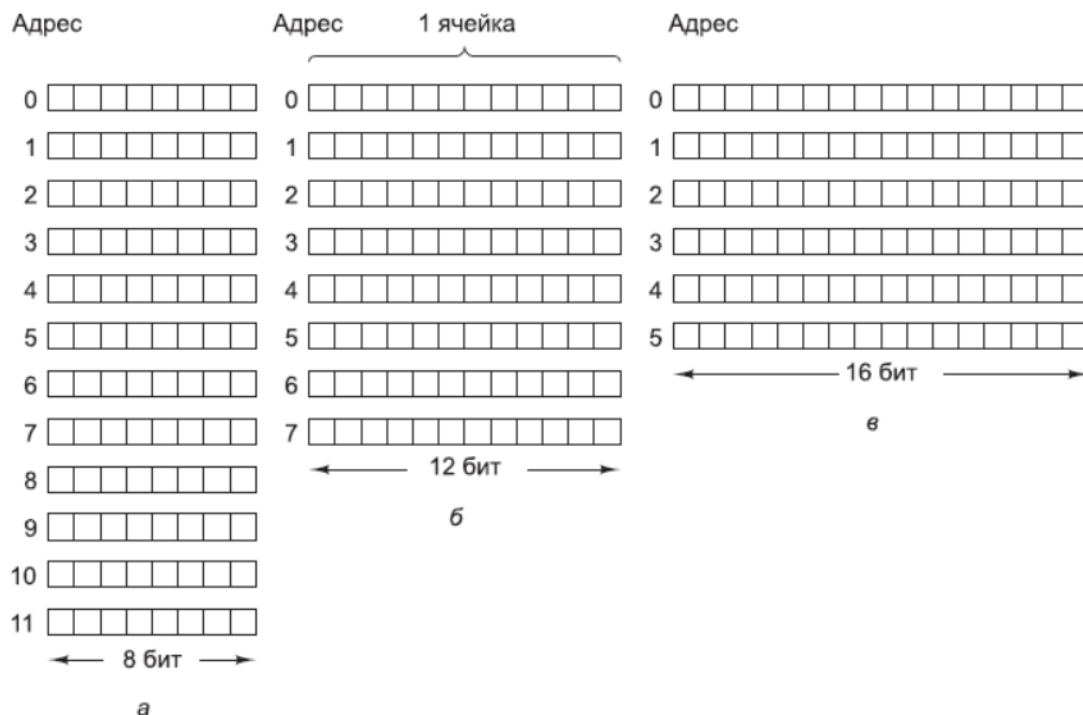

Рис. 1. Три варианта организации 96-разрядной памяти
**Адреса памяти.** Память состоит из ячеек, каждая из которых может хранить некоторую порцию информации. Каждая ячейка имеет номер, который называется адресом. По адресу программы могут ссылаться на определенную ячейку. Если память содержит  $n$  ячеек, они будут иметь адреса от 0 до  $n - 1$ . Все ячейки памяти содержат одинаковое число битов. Если ячейка состоит из  $k$  бит, она может содержать любую из  $2^k$  комбинаций. На рис. 1 показаны три различных варианта организации 96-разрядной памяти. Отметим, что соседние ячейки по определению имеют последовательные адреса.
В компьютерах, в которых используется двоичная система счисления (включая восьмеричное и шестнадцатеричное представление двоичных чисел), адреса памяти также выражаются в двоичных числах. Если адрес состоит из  $m$  бит, максимальное число адресуемых ячеек составит  $2^m$ . Например, адрес для обращения к памяти, изображенной на рис. 1 (а), должен состоять по крайней мере из 4 бит, чтобы выражать все числа от 0 до 11. При устройстве памяти, показанном на рис. 1 (б) и 1 (в), достаточно 3-разрядного адреса. Число битов в адресе определяет максимальное количество адресуемых ячеек памяти и не зависит от числа битов в ячейке. 12-разрядные адреса нужны и памяти из 212 ячеек по 8 бит каждая, и памяти из 212 ячеек по 64 бит каждая.
шина имеет 64-разрядные регистры и команды для перемещения, сложения, вычитания и других операций над 64-разрядными словами (рис. 1).